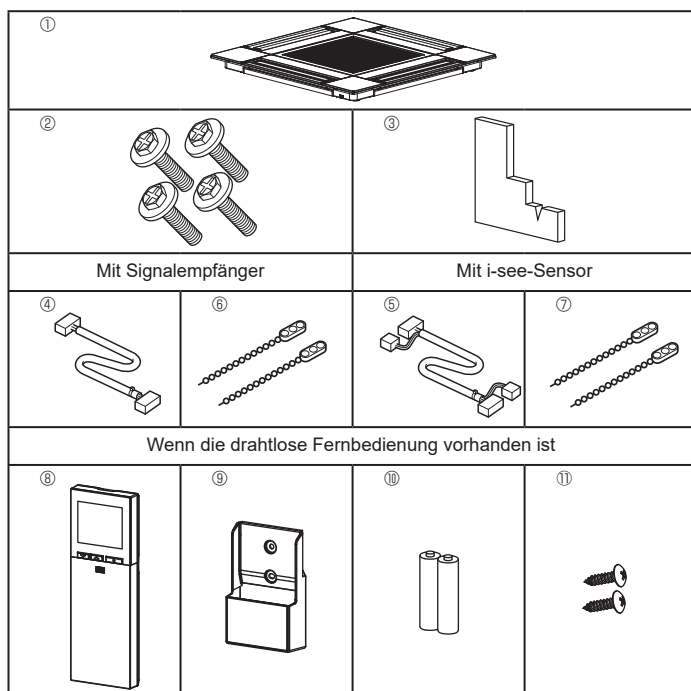

Fig. 10-1
10.1. Überprüfung des Gitterzubehörs (Fig. 10-1)